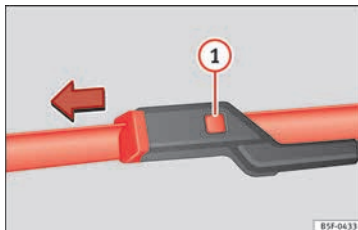

Fig. 79 Cambio de las escobillas del parabrisas.
- Si estuvieran muy sucias, aplique cuidadosamente una esponja o un paño » **fig. 79** ① en **Cambio de las escobillas limpiaparabrisas y limpialuneta de la pág. 92**.
- Mantenga presionada la tecla de desbloqueo » **fig. 79** ① tirando ligeramente de la escobilla en el sentido de la flecha.